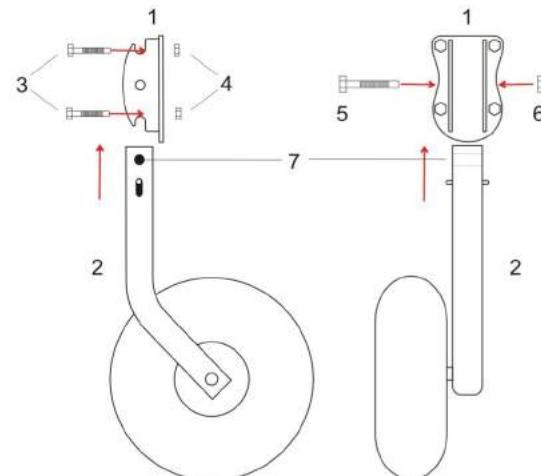

Рис. 2
1. Фланцы крепятся к транцу лодки с помощью болтов M8 – 40 (Рис. 2. 3), шайб, пружинных шайб и гаек (Рис. 2. 4)
2. Стойки соединяются с фланцами путем совмещения отверстий (Рис. 2. 7) с соответствующими отверстиями на фланцах болтами M10 и гайками (Рис.2. 5,6).